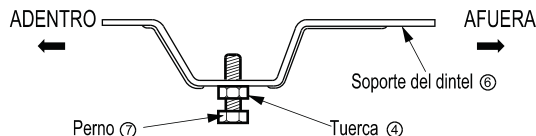

Fig. 3
3. Retire los bloques de poliestireno del embalaje del compresor. Fig. 3
3. Arme de modo flojo el soporte del dintel ⑥ usando las partes que se muestran en Fig. 3.